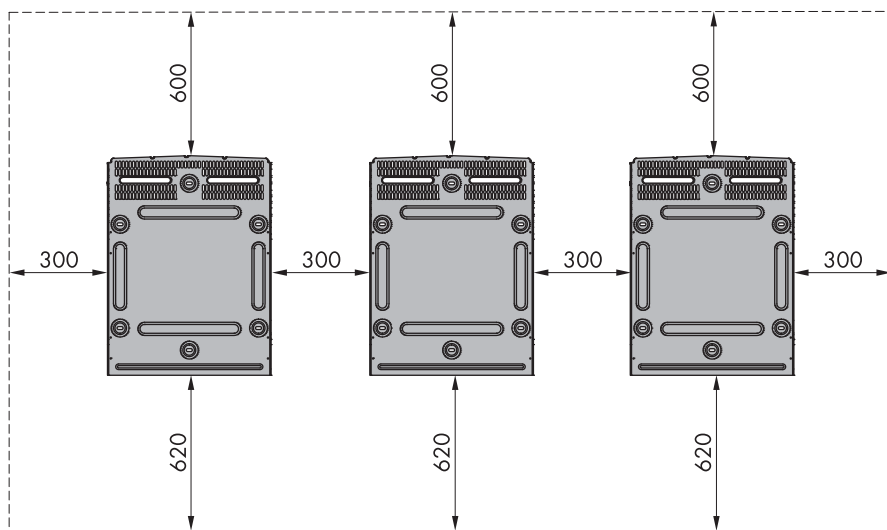

Imagen 2.8. Espacios de seguridad en mm
- Tenga en cuenta los espacios de seguridad cuando instale uno o más inversores para garantizar un flujo de aire adecuado. Los espacios libres se especifican en la imagen 2.8 y en la etiqueta del soporte mural.